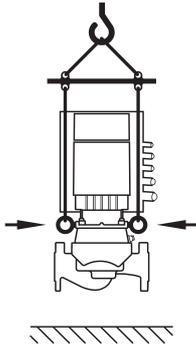

Fig. 8: Transporte de la bomba
- El transporte de la bomba deberá efectuarse con medios de suspensión de cargas autorizados (p. ej., polipasto, grúa, etc.). Estos se deben fijar en las argollas de transporte situadas en la brida del motor (Fig. 8 representadas aquí: Dirección de elevación con eje vertical del motor).